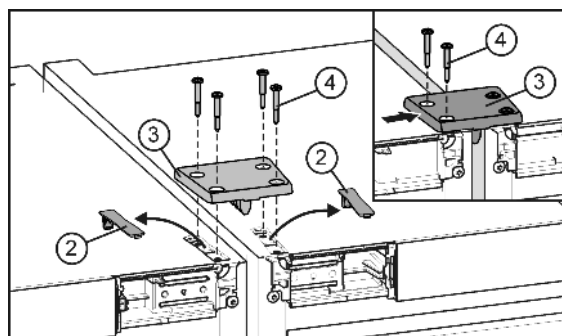

Fig. 5
- ▶ Izvadite iz ležišta poklopce Fig. 5 (2) i skinite ih. Spojnom se pločom uređaji automatski izravnavaju po visini. Ako je jedan uređaj nešto viši od drugog, onda treba početi s njim.
- ▶ Položite spojnu ploču Fig. 5 (3) na jedan uređaj i učvrstite ju lagano s dva vijka Fig. 5 (4).